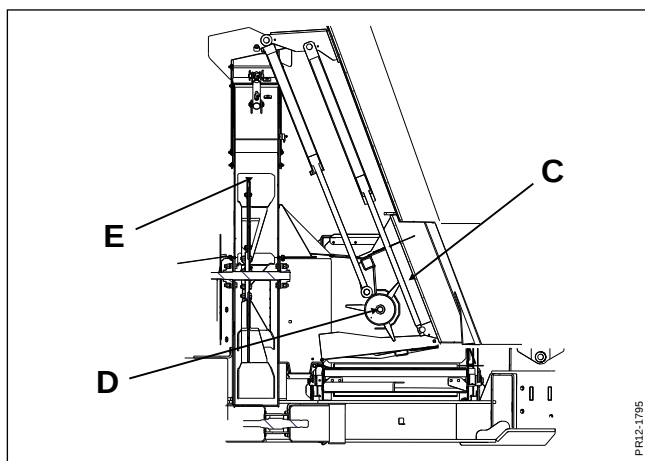

Fig. 2-4
Fig. 2-4 Dette er indstillingen, når der skal strøs. (C) er kørt ned og (D) kan rotere. Doseringsvalsen sikrer en jævn tilførsel af halm til blæserrotoren (E). Den anvendes også til kortvarige afbrydelser af strøningen, da tilførslen af halm til blæserrotoren stopper, når doseringsvalsen ikke roterer.